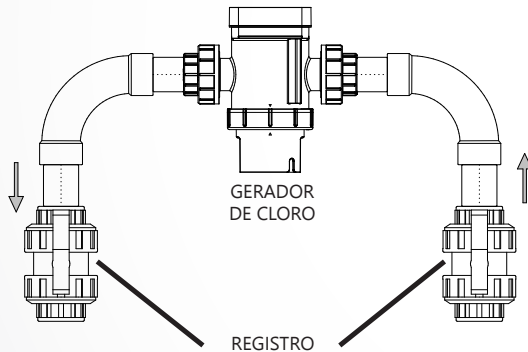

Figura 12
3. Instale registros tanto na entrada como na saída do gerador de cloro **EASYCLOR HOME**, a fim de facilitar sua remoção em caso de manutenção, conforme **figura 12**.